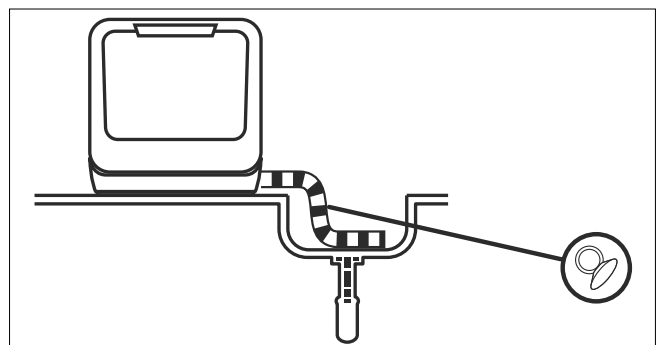
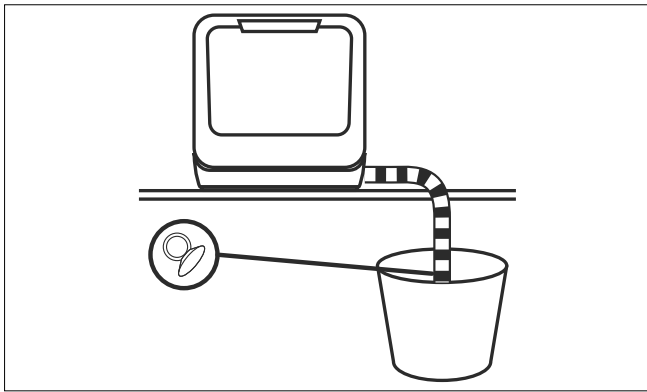

Abb. 10 – In ein Waschbecken ableiten
Abb. 11 – In einen Behälter ableiten
- ▶ Hängen Sie das Ende des Abwasserschlauchs in ein Waschbecken (siehe **Abb. 10**) oder einen ausreichend großen Behälter ein (siehe **Abb. 11**).